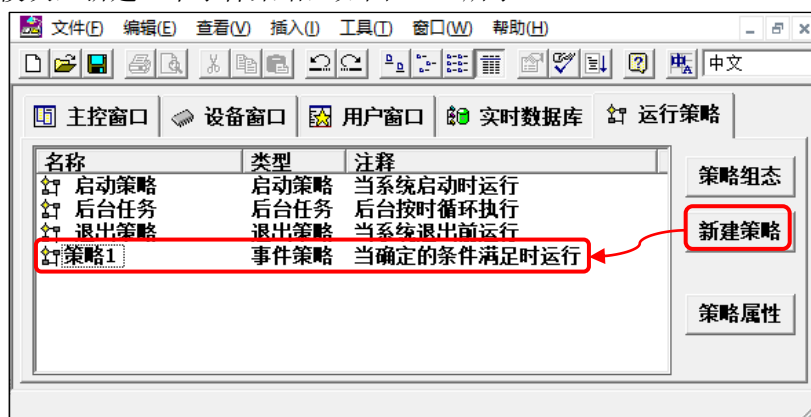

图 2.5-3 新建事件策略
- ③ 进入运行策略模块，新建一个事件策略，如图 2.5-3 所示：
④ 双击图 2.5-3 新建的【策略 1】，进入策略 1 的“策略组态”界面；